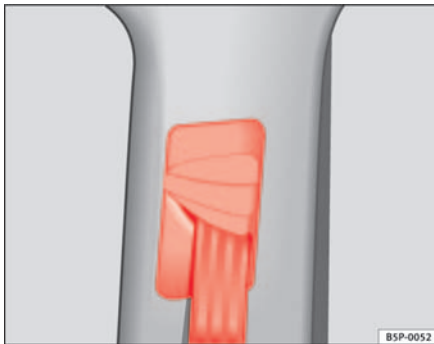

Abb. 17 Einbauort der Gurthöheneinstellung
- Drücken Sie den Umlenkbeschlag im oberen Bereich und halten Sie den Beschlag in dieser Stellung ⇒ **Abb. 17**.